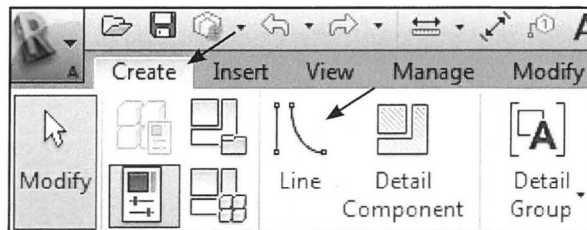

Fig. 14.13. Vælg *Create - Line*.
- Vælg *Create - Line* (Fig. 14.13).